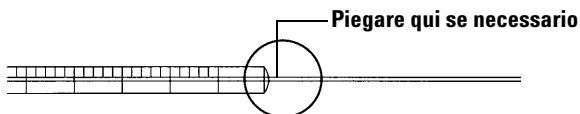

Figura 39 Ispezione della siringa.
- 1 Far rotolare la siringa sul bordo di una superficie piana pulita. Se la punta dell'ago si muove in circolo, raddrizzare l'asta piegandola leggermente in prossimità del punto di connessione con il cilindro della siringa quindi eseguire di nuovo il controllo (Figura 39).